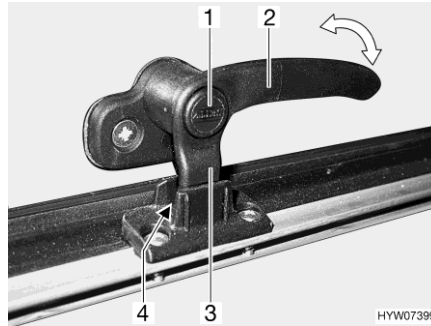
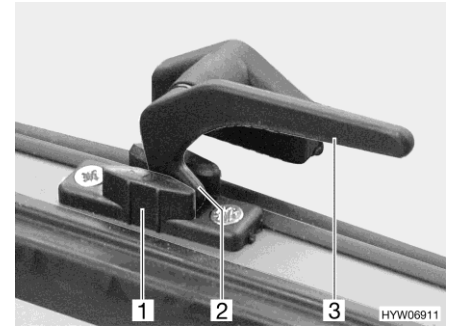

Bild 93 Låsarm med låsknapp i läget "kontinuerlig vädring"
Bild 94 Låsarm i läget "kontinuerlig vädring"
- I läget "kontinuerlig vädring" (Bild 93 och Bild 94)
- Tryck på låsknappen (Bild 93,1) om sådan finns och håll den nedtryckt.
- Sväng låsarmen (Bild 93,2 eller Bild 94,3) ett kvarts varv mot fönstrets mitt.
- Vrid tillbaka låsarmen. Därvid måste låsarmens låsspak (Bild 93,3 eller Bild 94,2) föras in i spåret på fönsterlåsen (Bild 93,4 eller Bild 94,1).
- Släpp låsknappen (Bild 93,1) om sådan finns.